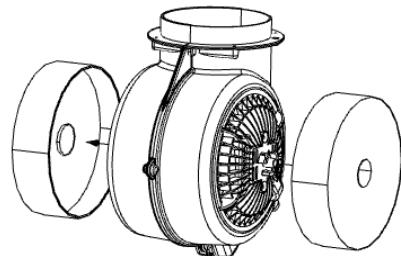

Fig. 13
### Byte av kolfilter (Fig.13)
3. Ta bort kolfiltren, som sitter innanför i fläkten på båda sidorna om motorn (Fig.13), genom att vrida dem moturs.